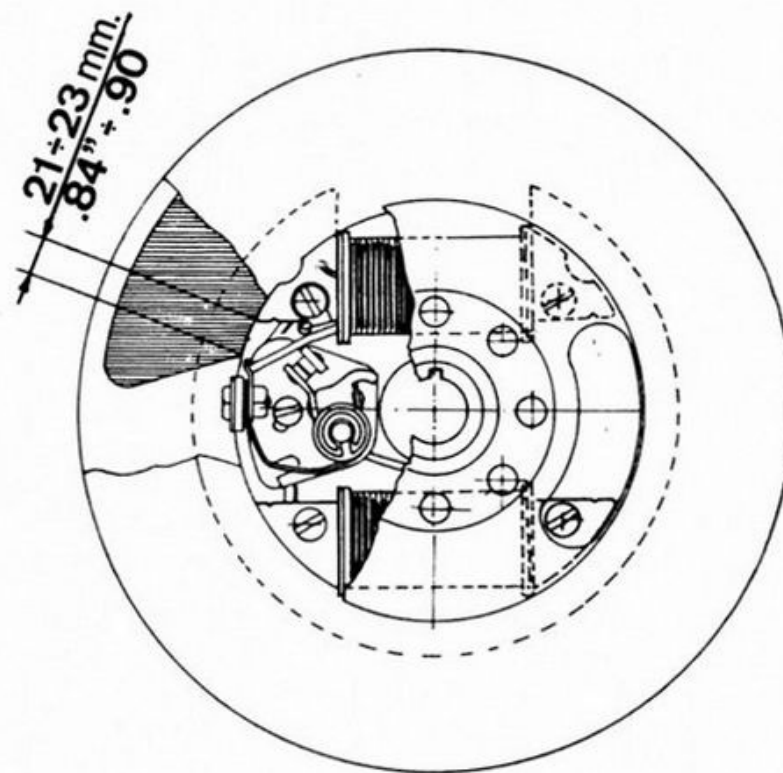

FIG. 9-6
2) Nelle revisioni parziali e nelle rimesse a punto (sostituzione del ruttore), qualora non si possa disporre di un banco di prova e quindi non si possa rilevare la utilità, occorre controllare che l'apertura dei contatti ruttore inizi quando l'estremità della bobina di alimentazione A.T. dista dall'espansione polare di  $21 \div 23$  mm. a tutto ritardo (vedi fig. 9-6) e  $7 \div 8$  mm. a tutto anticipo.